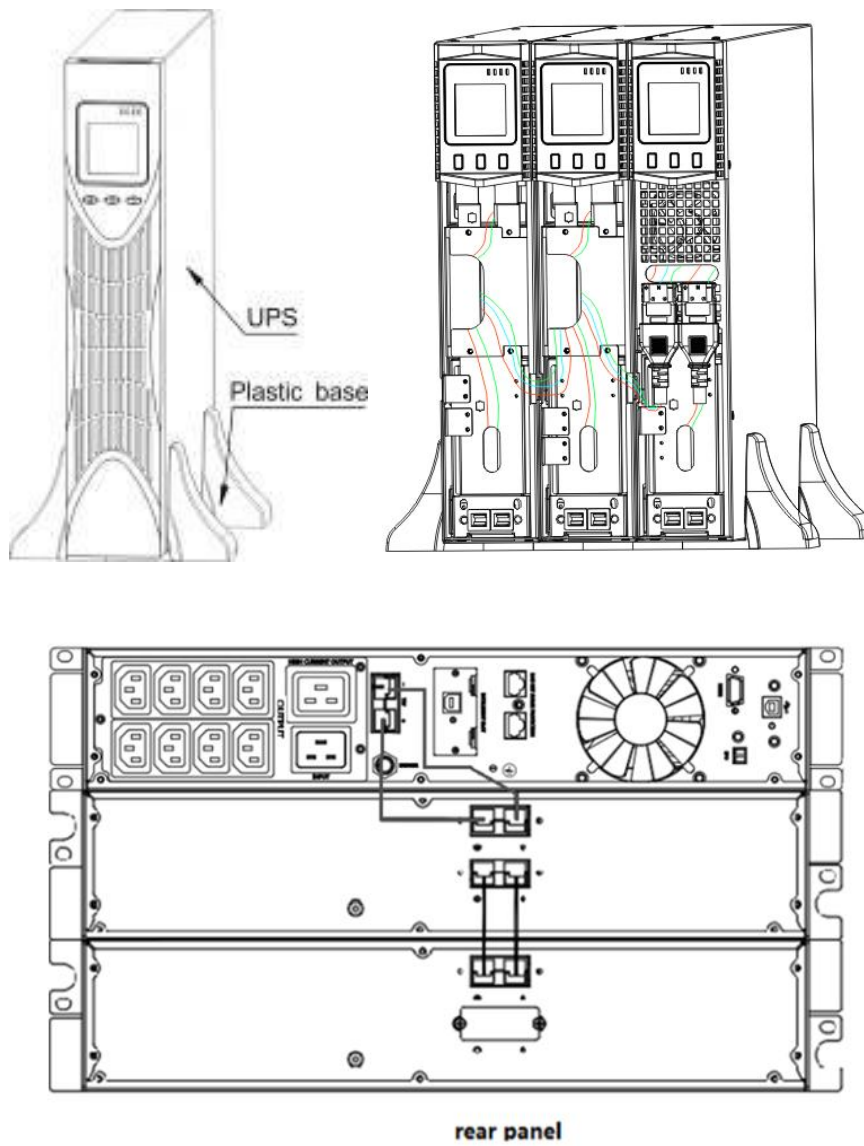

Figura 13
- L'installazione tra UPS ed EBP può essere riferita alla Figura 13